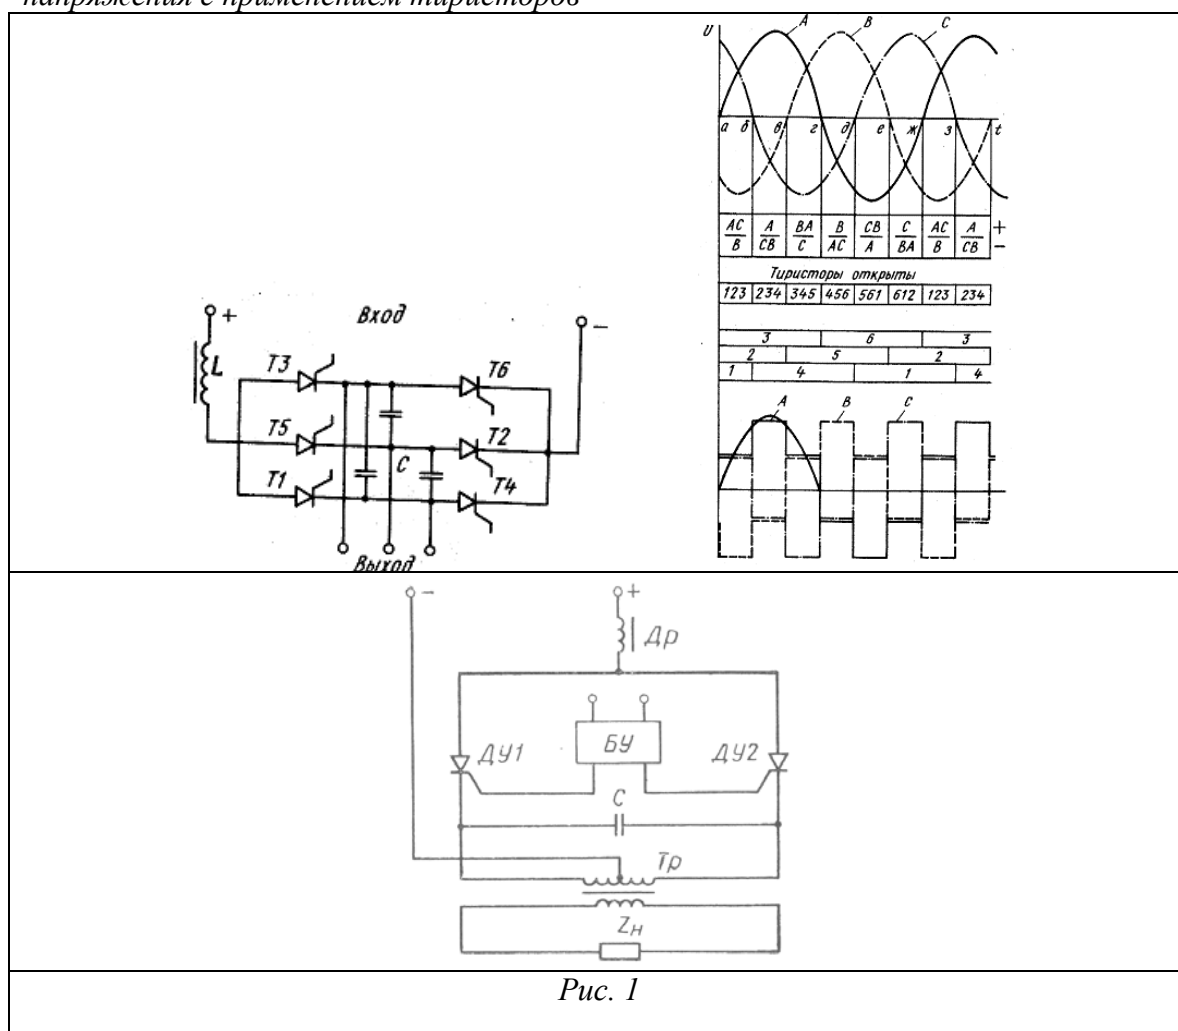

Рис. 1
1. Указать элементы схемы (одной из схем рис. 1), объяснить процесс инвертирования напряжения с применением тиристоров